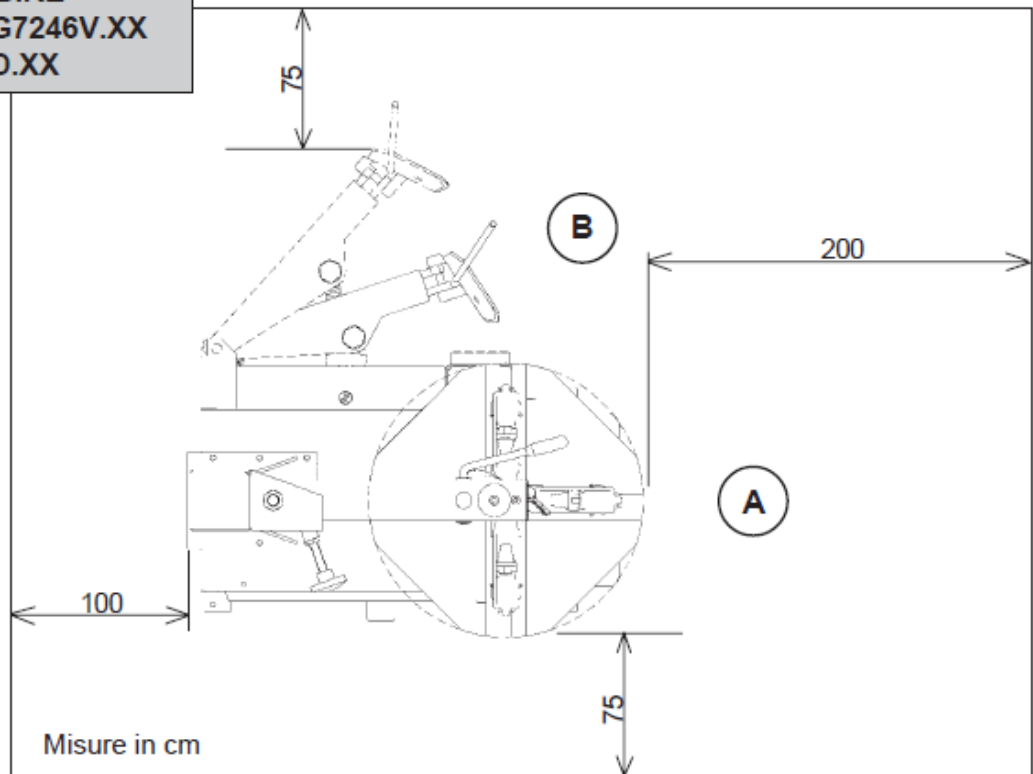

Рис. 1
- L. СТЕНД ДОЛЖЕН УПРАВЛЯТЬСЯ ОДНИМ ОПЕРАТОРОМ. НЕУПОЛНОМОЧЕННЫЙ ПЕРСОНАЛ ДОЛЖЕН ОСТАВАТЬСЯ ЗА ПРЕДЕЛАМИ РАБОЧЕЙ ЗОНЫ, КАК ПОКАЗАНО НА РИС. 1 И 2.**
- M. ВО ВРЕМЯ ЭКСПЛУАТАЦИИ МАШИНЫ, СЛЕДИТЬ ЗА РАБОЧИМ МЕСТОМ, КАК ПОКАЗАНО НА РИС. 1 И 2:**
Установка в помещении или под навесом участка. Место установки должно быть сухим, хорошо освещено в соответствии с действующими правилами техники безопасности. Установить стенд в рабочей зоне и убедиться, что минимальное расстояние от прилегающих стен или объектов, как показано на рис. 1 и 2. Убедитесь, что оператор может видеть весь стенд на прилегающей территории от его рабочей станции. Оператор должен обеспечить, чтобы никакие посторонние лица не находились в пределах рабочей области, и что нет никаких объектов которые могли бы представлять опасность. Стенд должен быть установлен на ровной поверхности, как можно более гладкой и выдерживать минимальный вес 5000 Н/м. кв. Убедитесь в том, что пол находится в уровне. Стенд может быть прикреплен к полу, используя отверстия в раме и анкерные болты M12 x 120 мм (или шпильки 12 x 80 мм). Действуйте следующим образом: